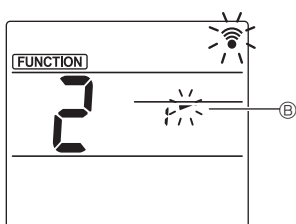

Fig. 3-3
- 3 Ajuste el ángulo del deflector (Fig. 3-3) Pulse los botones **[▲]** para seleccionar el ángulo del deflector **B**. Apunte el mando a distancia inalámbrico hacia el receptor de la unidad interior, y luego pulse el botón **[SET]**.